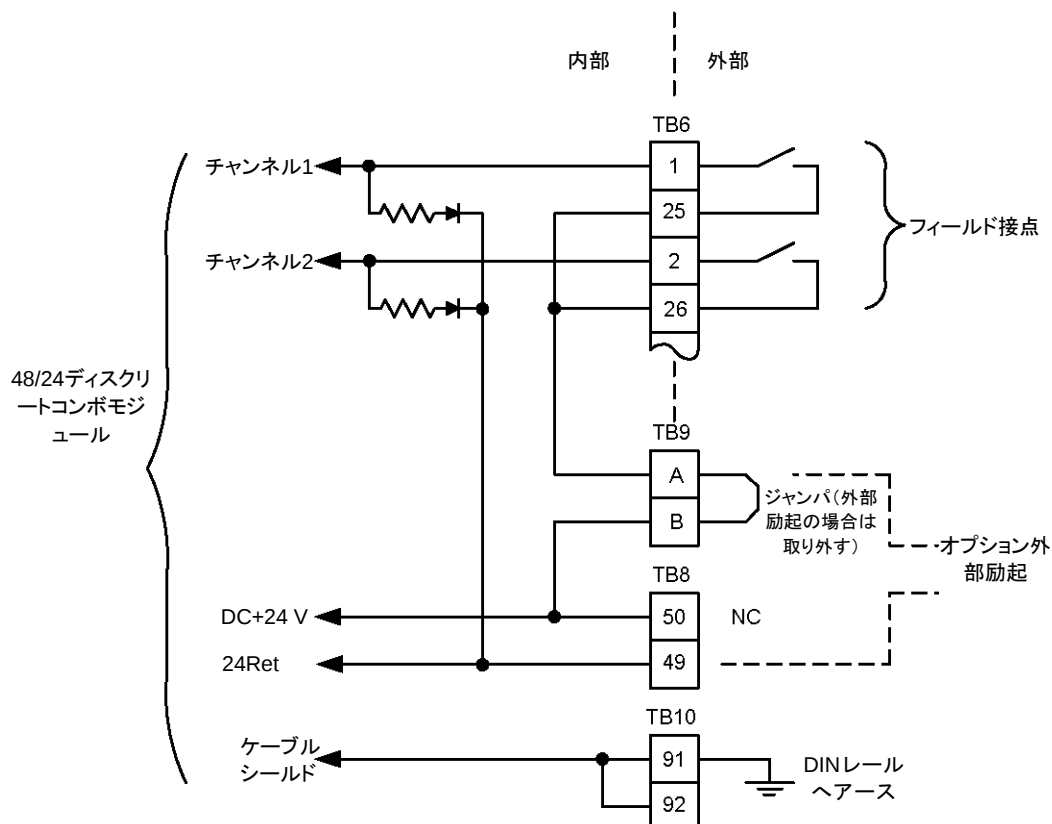

図 4-21. 24/12 ディスクリート FTM へのディスクリート入カインターフェース配線
各24/12ディスクリートFTMは24個の接点入力を受け入れます。24/12ディスクリートFTMは、ウェット接点印加電圧を供給することができます。オプションで、外部DC18～32 V電源を使って、回路印加電圧を供給することができます。DC24 V内部電源をウェット接点印加に使用する場合、TB9のFTM端子間にジャンパが必要です。ウェット接点印加に外部電源を使用する場合、外部電源のコモンをFTMのディスクリート入力コモン、端子49に接続する必要があります(図4-21.を参照)。
- 内部DC24 Vを使用する場合、ジャンパを追加して内部DC24 Vをバス接続された電源端子台に接続する必要があります(図4-21.を参照)。
- 外部DC24 Vを使用する場合、外部DC24 Vのコモンをディスクリート入力コモンに接続する必要があります(図4-21.を参照)。接点の電力は、制御装置の電源から供給されるか、外部電源出力の定格がDC30 V以下のクラスIIでなければならない、出力には適切なサイズのヒューズを設ける必要があります(最大電流定格100/V(Vは電源の定格電圧または5 Aのいずれか小さい方))。